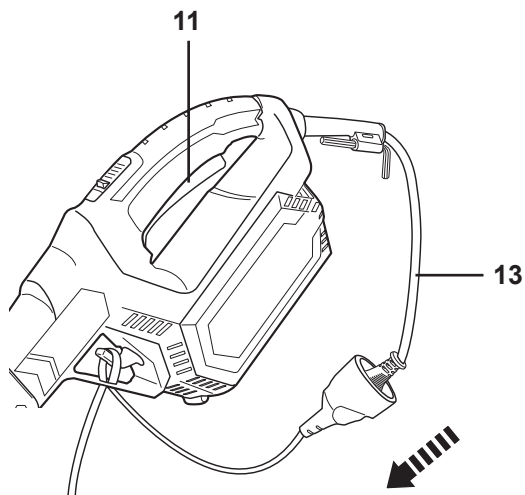

Fig. 14
2. Enchufe el cable de alimentación (13) a la toma del cable alargador (Fig. 14).